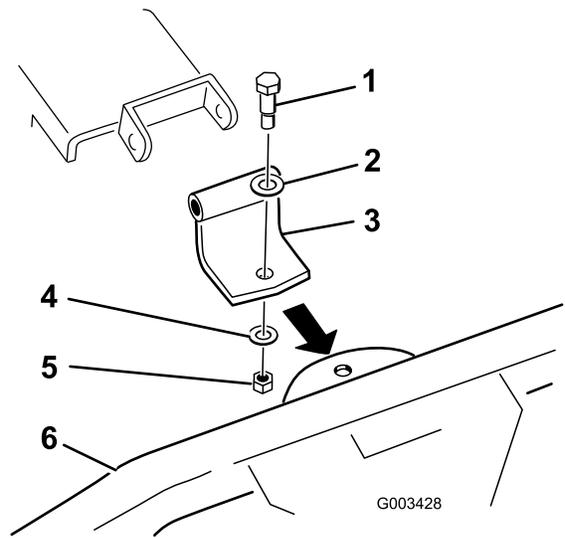

Figure 3
- Utilisez le support de pivot courbe, comme illustré à la Figure 3, si le support à l'extrémité du râteau est tourné vers le haut.